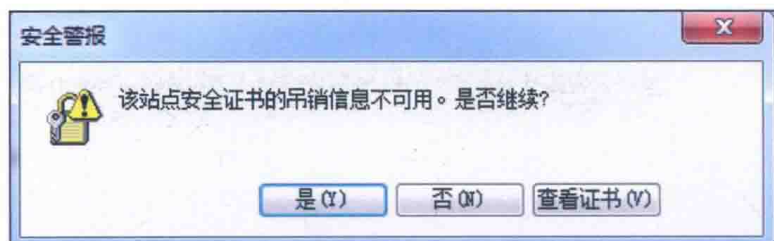
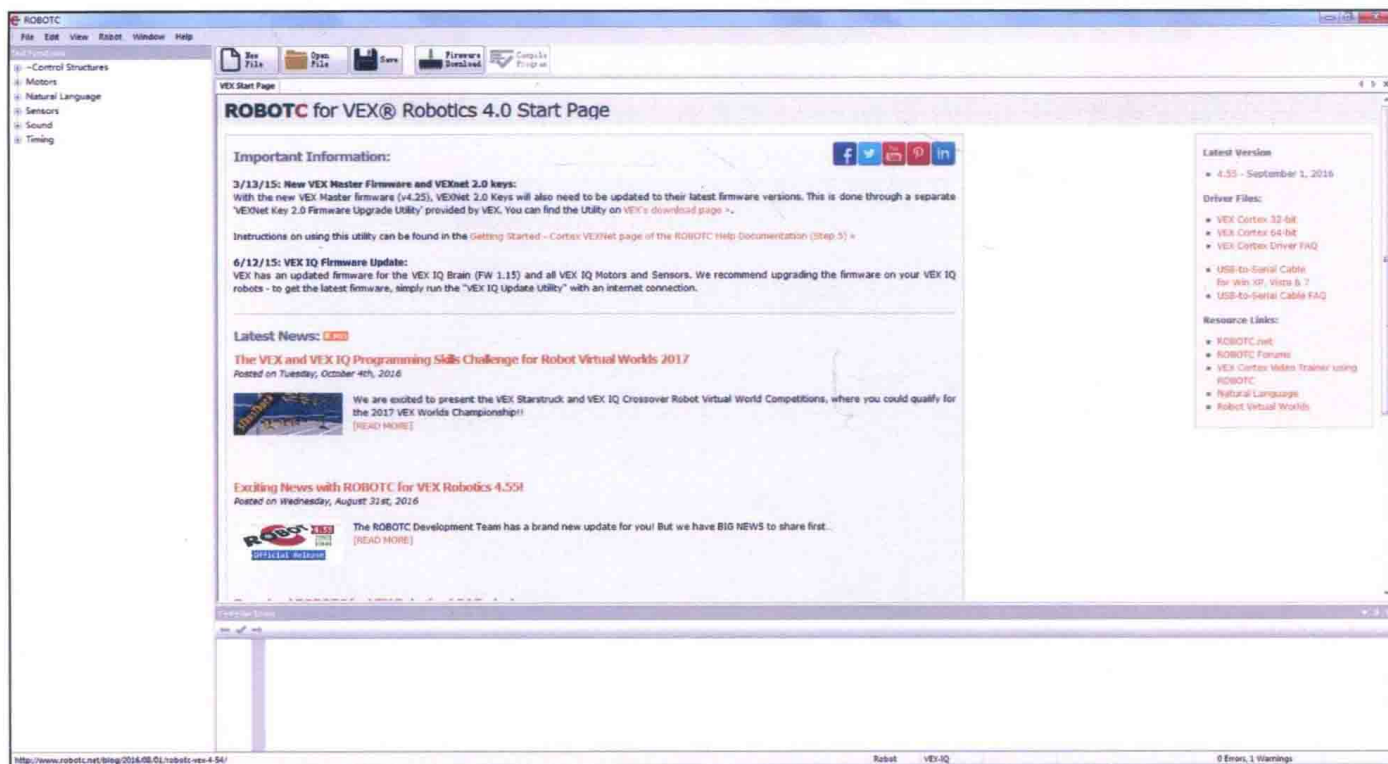

图 1-12
图 1-13
(10) 双击快捷方式，当出现安全警报窗口时，单击“是”按钮即可，如图 1-12、图 1-13 所示。